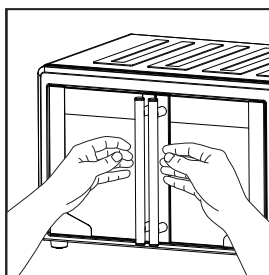

Figura 1
1. Con las dos manos, tome cuidadosamente el centro de ambos mangos con la punta de los dedos (Consulte la Figura 1).